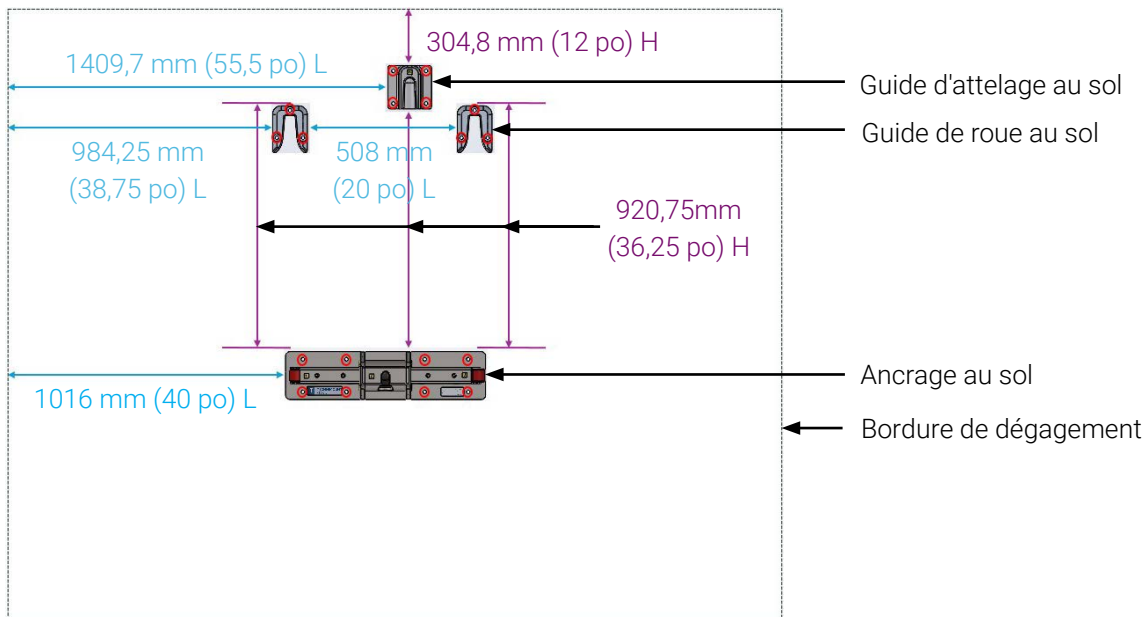
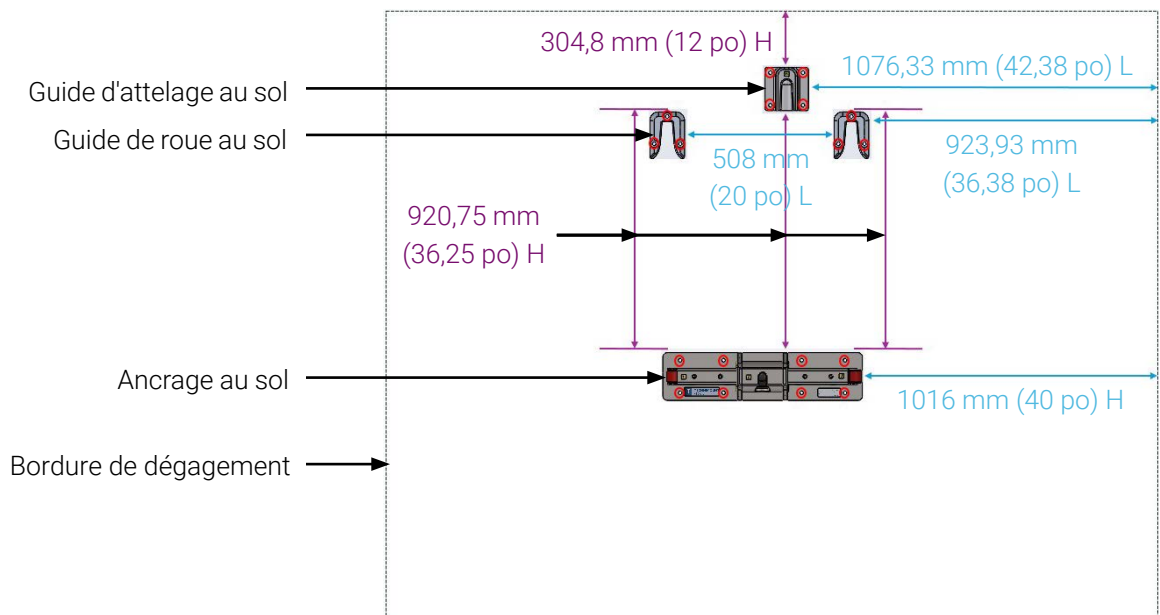

Figure 24: Mesures des composants de la Fixation au sol AnchorMed prises côté patient droit (installation centrale)
Figure 25: Mesures des composants de la Fixation au sol AnchorMed prises côté patient gauche (installation centrale)
- Pour une installation centrale, consulter la Figure 24 pour les mesures prises du côté droit et la Figure 25 pour les mesures prises du côté gauche.